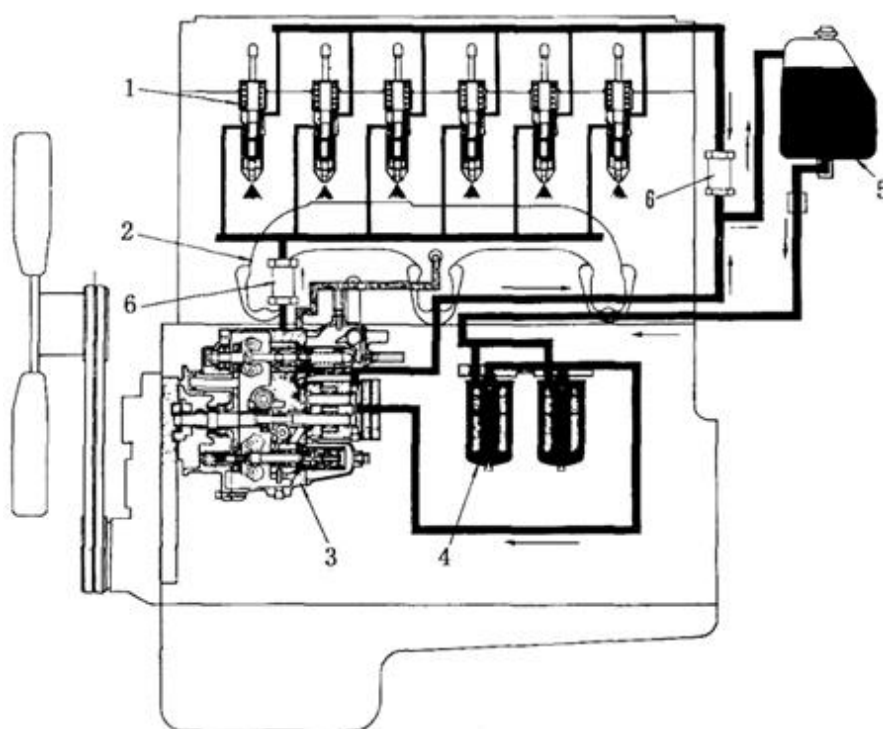

Рис. 5-9
Дизельное масло подается из топливного бака (5) и фильтруется при помощи топливного фильтра (4), затем поступает в топливный насос (3) (см. Рис. 5-9).
Масло проходит через зубчатый насос (9) и сетку фильтра (19), а также через регулятор в ось дросселя (18). При работе на малых оборотах, топливо поступает через отверстие на втулке регулятора в ось дросселя и затем через клапан СО топливного насоса (4) попадает в форсунку (1) (см. Рис. 5-9). Поскольку топливо подается на ось дросселя посредством основного маслопровода и маслопровода малого хода, при работе на малых оборотах дизельного двигателя основной маслопровод перекрывается. На данном этапе только маслопровод холостого хода подает масло. При высоких оборотах двигателя, маслопровод холостого хода перекрывается, и масло подается через основной маслопровод. Эти работы контролируются при помощи VS-регулятора.